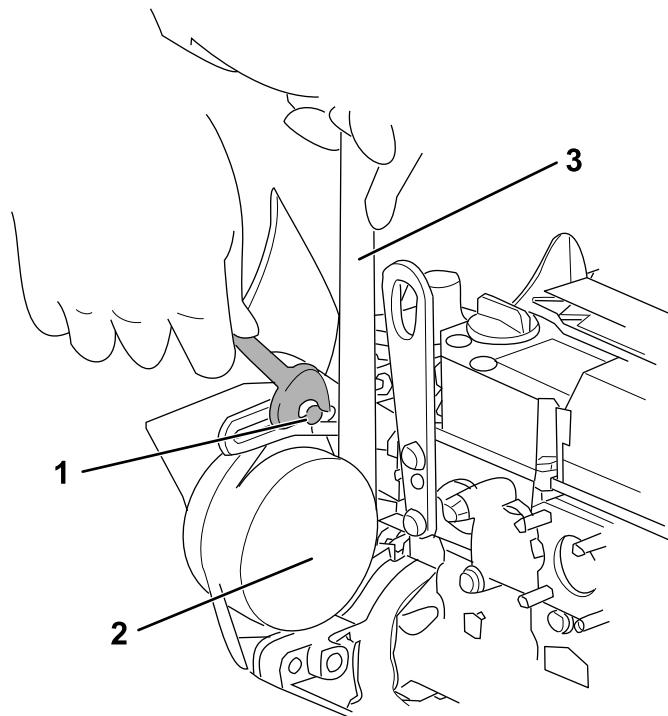

Figure 89
- Desserrez les boulons de réglage et les écrous, déplacez l'alternateur au moyen d'une clé afin de tendre la courroie correctement (Figure 89).
- Resserrez les boulons de réglage et les écrous (Figure 89).